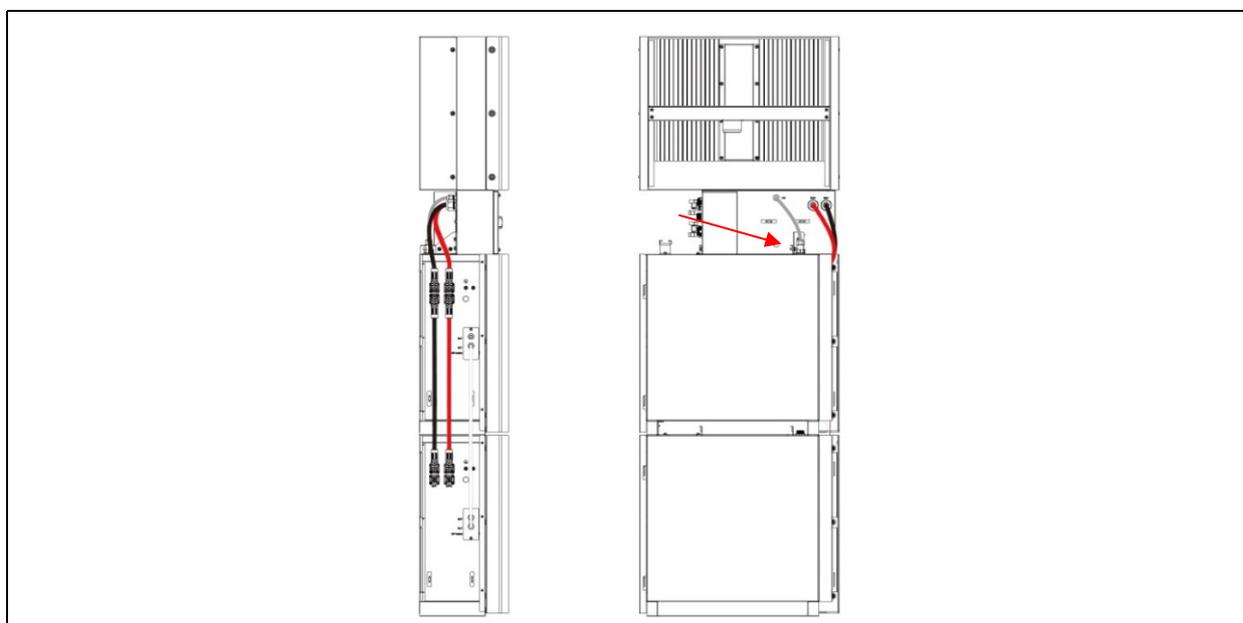

Fig. 21 (Collegamento prima batteria)
2. Connettere il cavo di comunicazione CAN dal quadro di connessione alla prima batteria in alto a destra (Fig. 21). Vista retro